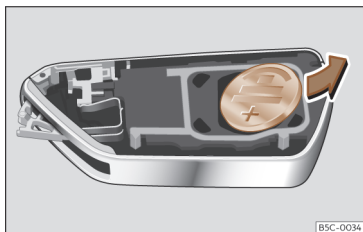

Fig. 67 Clé du véhicule : retirer la pile.
- Retirez la pile du compartiment à l'aide d'un objet pointu adapté >>> **fig. 67**.
- Insérez la pile neuve et appuyez-la dans le logement à pile >>> ①.